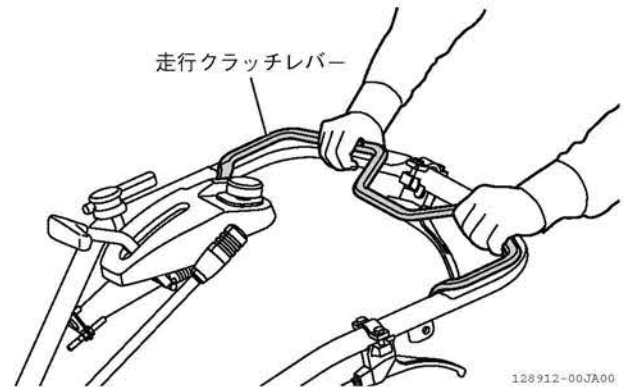

図 2-32 ハンドル (旋回)
2. 走行クラッチレバーを握ったままハンドルを振り、旋回します。(図 2-32)